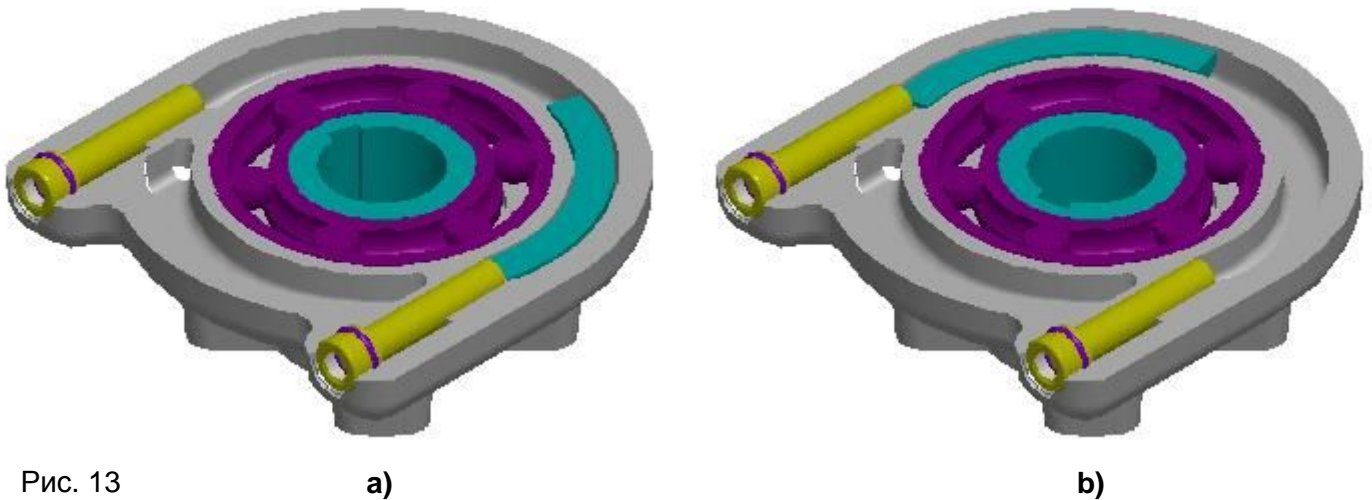
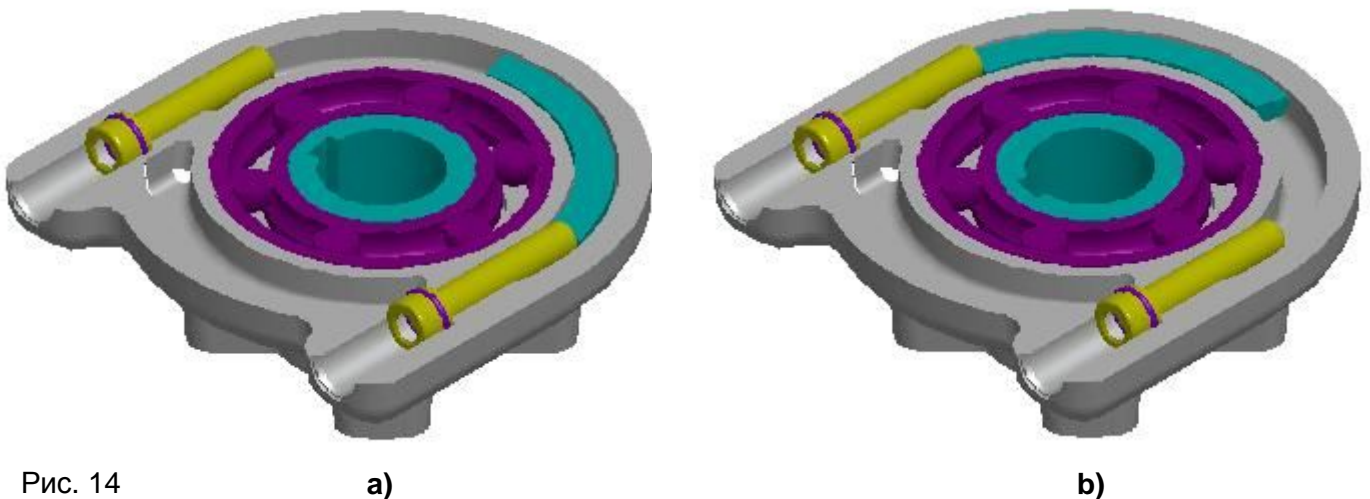

Рис. 13
Рис. 14
- Открепите оба упорные болты так, чтоб их головки болтов были заровно с кромкой отверстия (Рис. 13)
- ослабите оба упорные винты так, чтобы их головки были на упорке канта отверстия (рис.13)
Упорными винтами бозможно на установленном ЭП (Рис.13) увеличить или уменьшить (Рис.14) рабочий угол о 20°, но печезает возможность подстройки положения выходного органа. Однако на указанный угол должен быть установлен блок положения и датчик выставлен из зацепления.